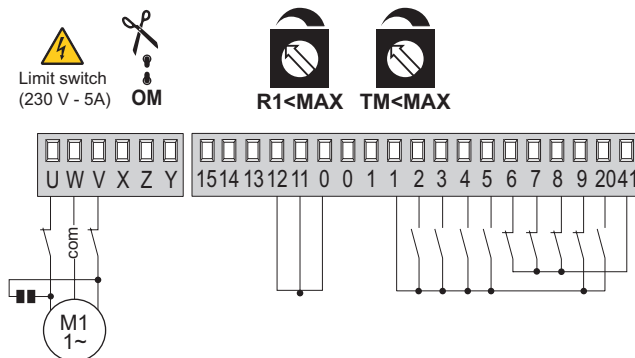

Fig. 6.2
- (Abb. 6.2) Der Flügel kommt an den Endschaltern und an Hindernissen zum Stillstand.